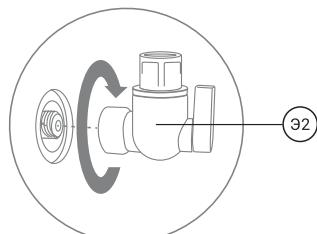

Рис. 22
- Накрутите на резьбовой штуцер бака вентиль (Э2) до плотного прилегания к уплотнительной прокладке у основания (рис. 22), не прилагая чрезмерное усилие. Уплотнение резьбы не требуется.